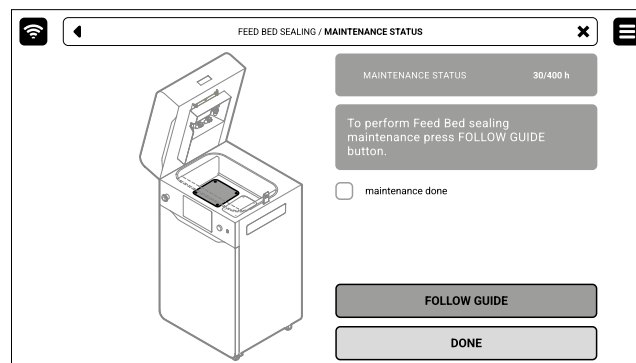

Abb. 12.30 Der Bildschirm für die Wartung der Feed Bed-Abdichtung.
3. In diesem Fall markierst Du **MAINTENANCE DONE**, sobald Du den Vorgang abgeschlossen hast, und drückst dann die Taste **DONE**. Der Timer wird auf Null zurückgesetzt (Abb. 12.30).